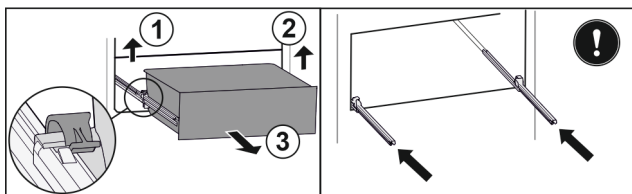

Fig. 170
- Løft venstre klemme og trekk samtidig skuffen fremover til venstre. Fig. 170 (1)
- Løft høyre klemme og trekk samtidig skuffen fremover til høyre. Fig. 170 (2)
- Ta ut skuffen framover. Fig. 170 (3)